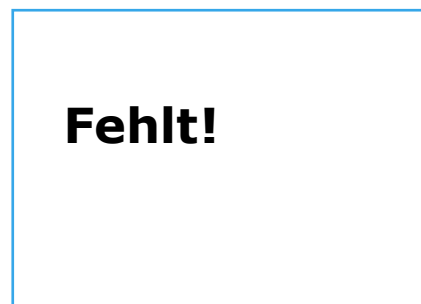

Fig. 3 Vanne d'inversion électrique
- Contrôler le passage avec une pompe manuelle à sous-pression, fig. 3.
- Sans courant, brancher la pompe manuelle à sous-pression au raccordement 2, fig. 3 et appliquer une différence de pression d'environ 500 mbar.